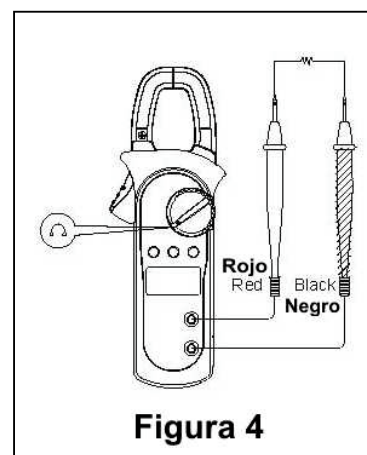

Figura 4
B. Medición de Resistencia (ver figura 4).